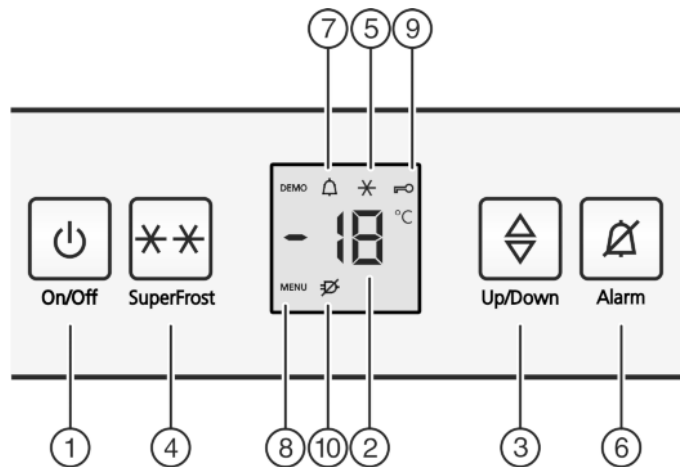

Fig. 2
- ▶ Taste On/Off Fig. 2 (1) drücken.
- ▷ Das Gerät ist eingeschaltet. Die Temperaturanzeige und das Symbol Alarm Fig. 2 (7) blinken bis die Temperatur kalt genug ist.
- ▶ Einstellmodus aktivieren: Taste SuperFrost Fig. 2 (4) ca. 5 Sekunden drücken.
- ▷ In der Anzeige wird das Symbol Menu Fig. 2 (8) angezeigt.
- ▶ Mit der Taste SuperFrost Fig. 2 (4) kurz bestätigen.
- ▷ Das Symbol Kindersicherung Fig. 2 (9) leuchtet in der Anzeige.
▶ Die Taste On/Off Fig. 2 (1) kurz drücken.
- ▷ Das Symbol Kindersicherung Fig. 2 (9) erlischt.
▶ Taste Alarm Fig. 2 (6) drücken.
Gleichzeitig blinkt die Temperaturanzeige und das Symbol Alarm Fig. 2 (7).
Der Tonwarner verstummt automatisch, das Symbol Alarm Fig. 2 (7) geht aus und die Temperaturanzeige hört auf zu blinken, wenn die Temperatur wieder ausreichend kalt ist.